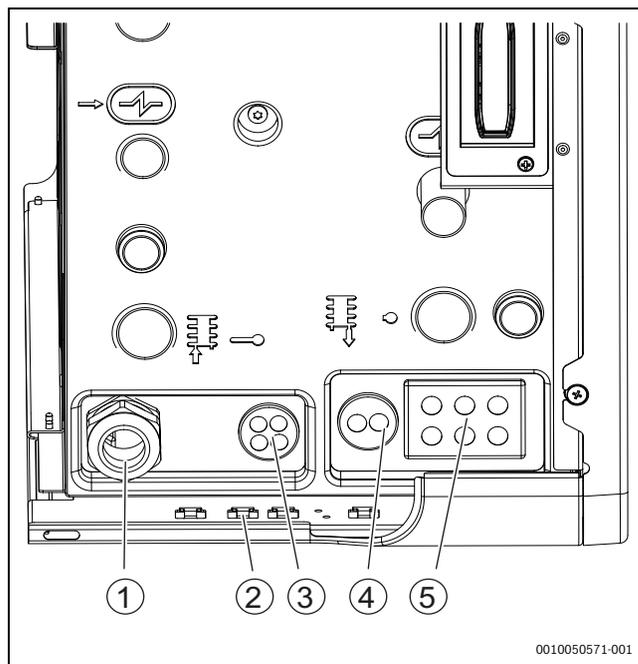
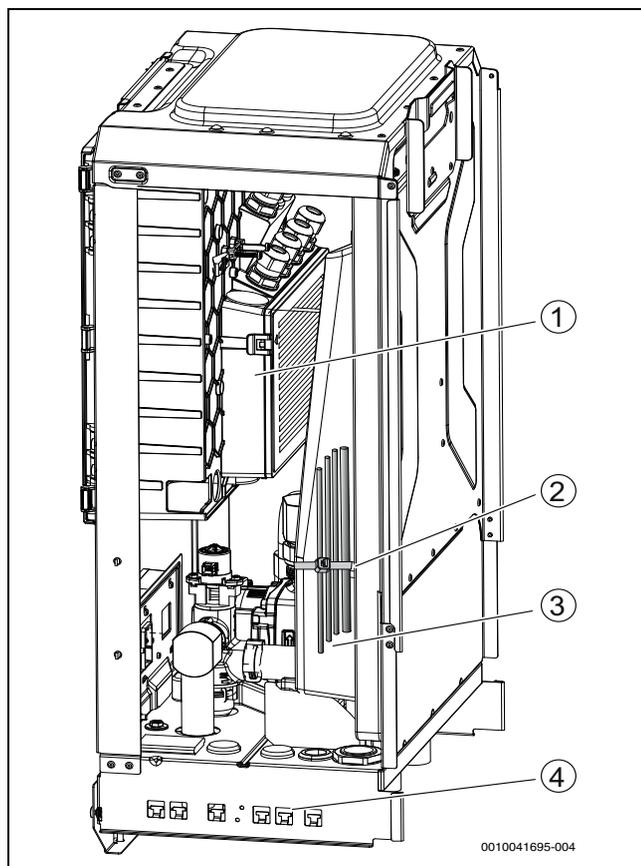

Fig. 29 Entrées de câbles vers l'unité intérieure
Fig. 30 Chemin de câbles
- Faire passer les câbles de raccordement sur les presse-câbles situés à l'arrière de l'unité intérieure. Voir la figure 29 pour l'ordre correct des câbles.
- Fixer les câbles avec des attaches de câbles sur les points de fixation (→Figure 29 [3], figure 30 [2], [4]). Éviter de croiser les câbles.
- Acheminer et fixer les câbles dans l'unité intérieure (→Figure 30).
- Après l'insertion des câbles, serrer le presse-étoupe de câbles (→Figure 29 [1])